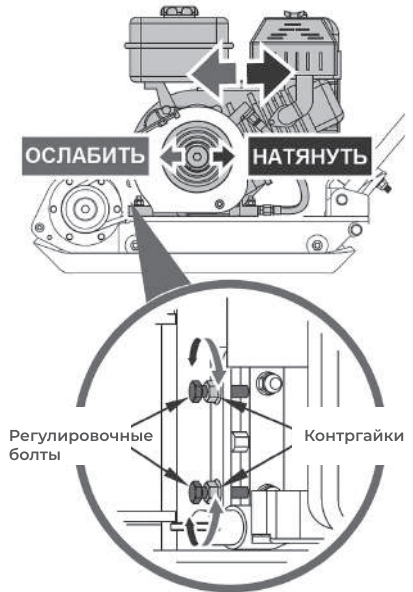

РИС. 19
- Для натяжения - закручивайте болты А натяжного устройства (Рис. 19).
- Для ослабления - откручивайте болты А и сдвигайте двигатель к вибратору (Рис. 19).